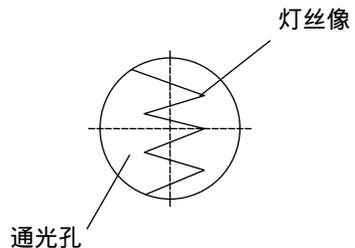

图 8
- 白纸上会出现灯丝的像，如果灯丝的像没有对中，关小孔径光栏，松开上盖板螺钉，取出上盖板，调节灯座调中螺钉使灯丝像对中，然后调节聚光镜调节螺钉，直到清晰的灯丝像为止，请参照图 8。
2. 松开上盖板螺钉，移走上盖板，参照图 8，